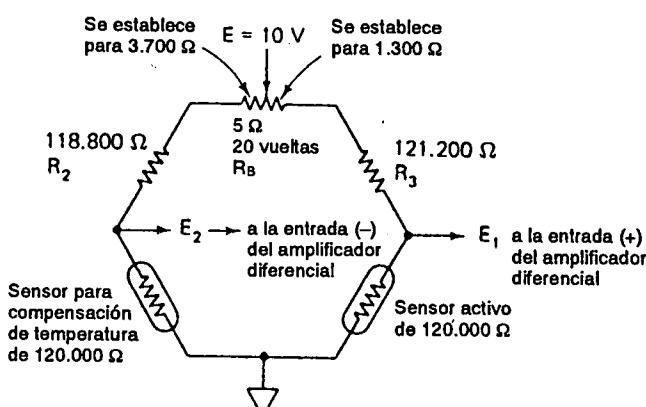

FIGURA 8-16 El potenciómetro de balance R_B se ajusta para hacer que $E_1 - E_2 = 0\text{ V}$.
Suponga que se tiene un sensor de trabajo y un sensor de compensación de temperatura en la figura 8-16 que son iguales dentro de $1\text{ m}\Omega$. Para completar el puente, se instalan dos resistencias de $120\ \Omega$ al 1%. Uno es más alto en 1% a $121.200\ \Omega$ y otro está abajo por 1% a $118.800\ \Omega$. Deben igualarse para balancear el puente. Para hacer esto, se instala, un potenciómetro de $5\ \Omega$ y 20 vueltas, como se muestra en la figura 8-16. En forma teórica, el potenciómetro debe establecerse como se muestra para igualar resistencias en las ramas superiores del puente a $122.500\ \Omega$.
Además supóngase que un amplificador de instrumentación con una ganancia de 1000 se conecta al puente de la figura 8-16. Del ejemplo 8-11, la salida del amplificador de instrumentación (IA) será de aproximadamente 22 mV por miliohm de desbalanceo. Esto significa que el potenciómetro de $5\ \Omega$ debe ajustarse dentro de $1\text{ m}\Omega$ a los valores mostrados, de modo que $E_1 - E_2$ y en consecuencia V_o del IA será igual a $0\text{ V} \pm 22\text{ mV}$.